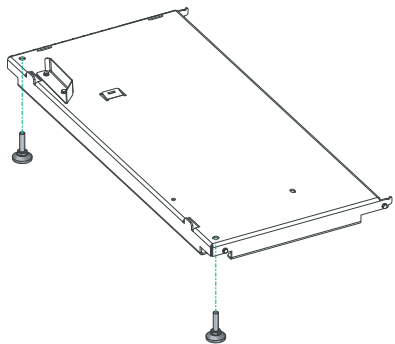

Fig. 59 Avvitare le viti di regolazione nella piastra di base
- Avvitare 2 viti di regolazione in dotazione nella piastra di base – Fig. 59.